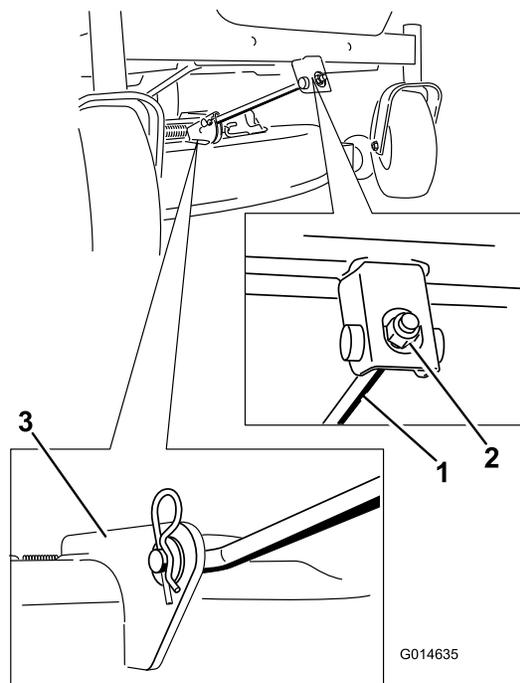

Figure 55
6. Fixez la tige de support avant au tablier de coupe à l'aide de l'axe de chape et de la goupille fendue (Figure 55).